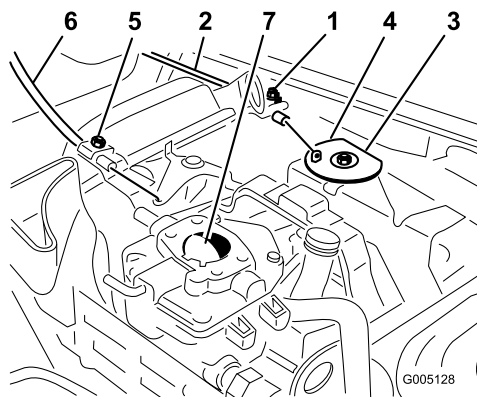

Figura 49
1. Liberte o parafuso que fixa o cabo ao motor (Figura 49).
3. Puxe o cabo do regulador até que a zona traseira da cavilha entre em contacto com o batente (Figura 49).
3. Puxe o cabo do ar até que a borboleta se encontre completamente fechada e em seguida aperte o parafuso de fixação do cabo (Figura 49).